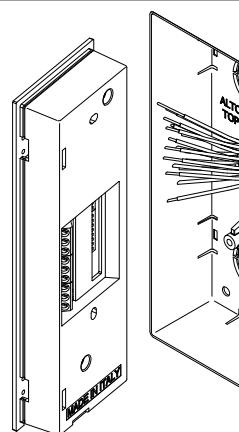

Fig. 2
2. Come mostrato in **Fig. 2**, effettuare le connessioni con l'ausilio di un giravite piatto e le configurazioni dei dip-switches come da schema di collegamento fornito a corredo o come da foglio di istruzioni.